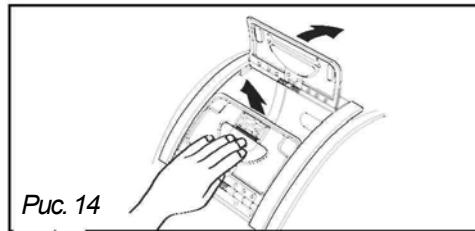

Рис. 14
- Открыть барабан кнопкой, расположенной на передней двери (Рис. 14).